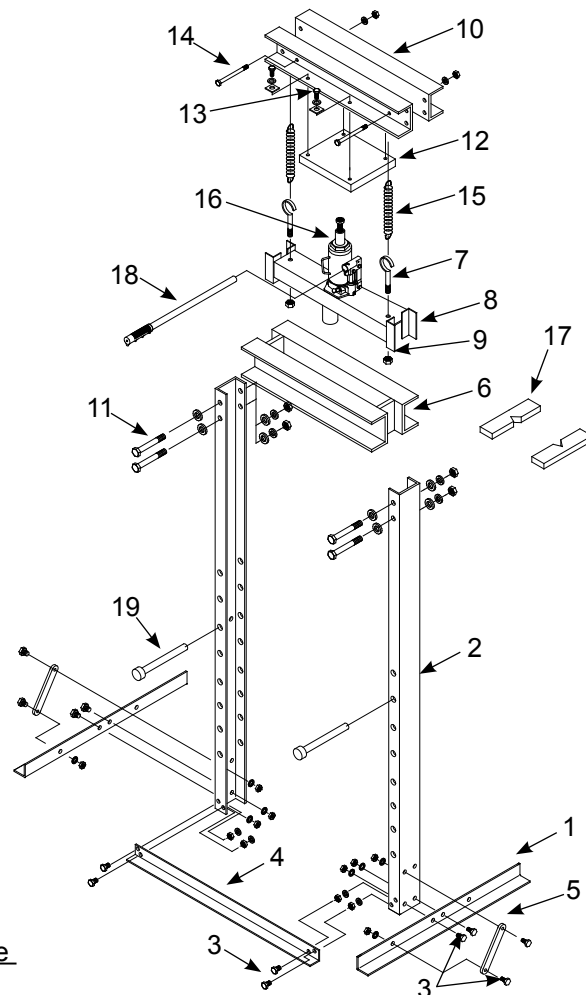

Figura 4: Ilustración de ensamblaje para el modelo 60200
**Modelo 60200:** (Consulte la Figura 4).
1. Instale las patas de la base (1) en los canales rectos (2) con pernos, arandelas de seguridad y tuercas (3). Apriete a mano únicamente.
2. Instale el travesaño inferior (4) en los canales rectos (2) con pernos, arandelas de seguridad y tuercas (3).
3. Instale los enlaces de soporte (5) en la base (1) y los canales rectos (2) con pernos, arandelas de seguridad y tuercas (3).
4. Deslice cuidadosamente la bancada (6) hacia abajo hasta la posición más baja posible entre los canales rectos (2).
5. Instale los tornillos gancho (7) en el soporte del gato (8) con tuercas (9). Deje la tuerca floja para que se pueda realizar una conexión del resorte más fácil después.
6. Deslice el soporte del gato (8) hacia abajo entre los canales rectos (2) sobre la bancada (6).
7. Instale los travesaños superiores (10) en los canales rectos (2) con pernos, arandelas planas, arandelas de seguridad y tuercas (11).
8. Instale la placa superior (12) en los travesaños superiores (10) con pernos, arandelas de seguridad y arandelas cuadradas (13).
9. Instale dos pernos, arandelas de seguridad y tuercas (14) a través del travesaño superior (10). Luego, conecte un extremo de los resortes (15) en los pernos (14) y el otro extremo en los tornillos gancho (7) en el soporte del gato.